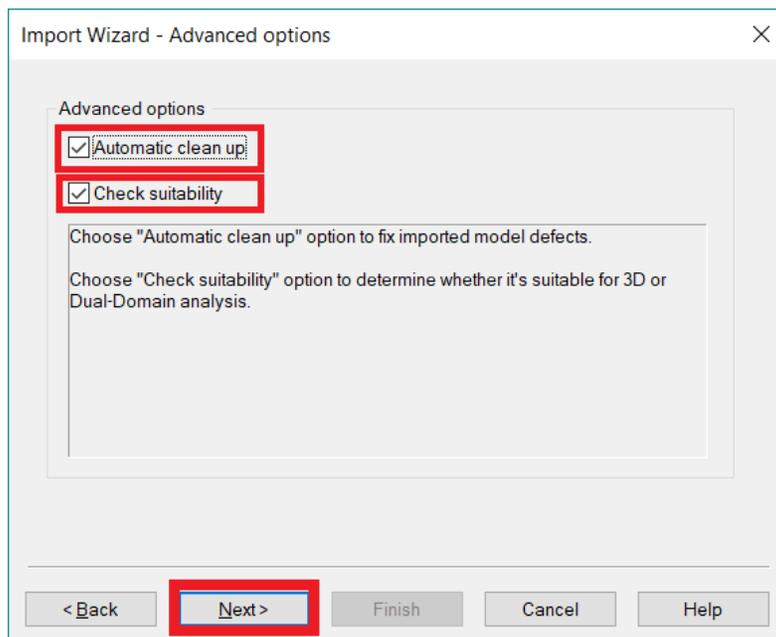

Figura 6.46 Opciones avanzadas.
- En la ventana **Import Wizard - Advanced Options**. Verificar que **Automatic clean up** y **Check suitability** se encuentren seleccionados (Figura 6.46).